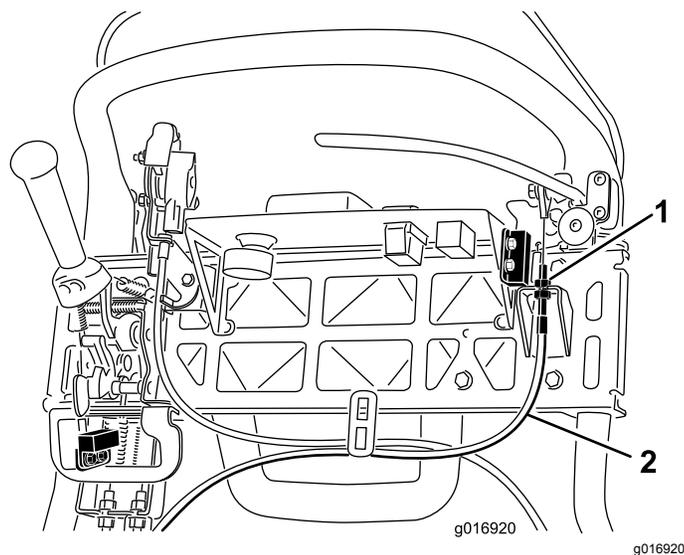

Рисунок 43
3. Для увеличения натяжения троса ослабляйте верхнюю контргайку троса и затягивайте нижнюю контргайку троса (Рисунок 43) до тех пор, пока усилие на рукоятке рычага тормоза, требуемое для отпускания фиксатора стояночного тормоза, не составит 156 Н.